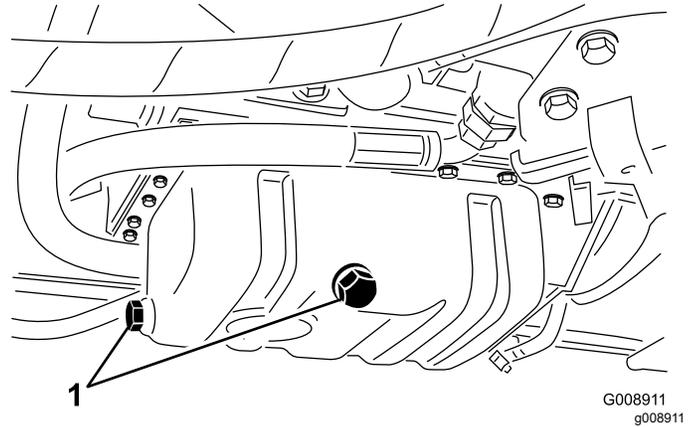

Figura 73
3. Retire cualquiera de los tapones de vaciado (Figura 73) y deje fluir el aceite a un recipiente de vaciado; cuando todo el aceite se haya drenado, instale el tapón de vaciado.